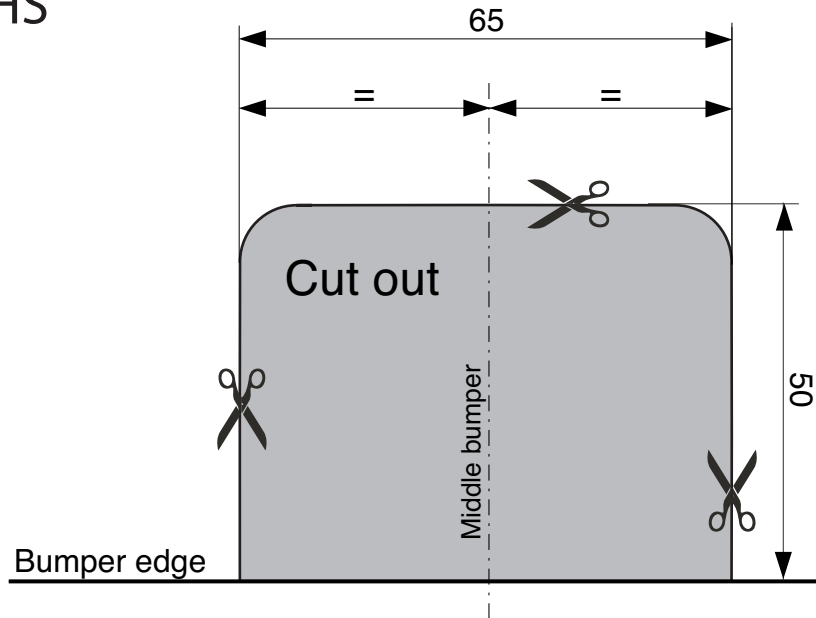

FIG. 2
9. Выпилить указанную часть из бампера при помощи шаблона. (Нанести шаблон на наружную сторону бампера.) См. рисунок 2.
10. Установить Brink connector, вместе со штепсельной платой.новить бампер. См. рисунок 2.